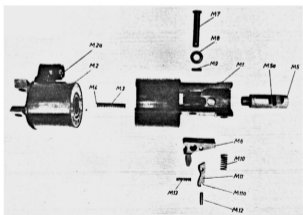

Abb. 41: Magnetabzug MA 131; Einzelteile
Die Einzelteile des Magnetabzuges MA 131 (M) sind (Abb. 41):